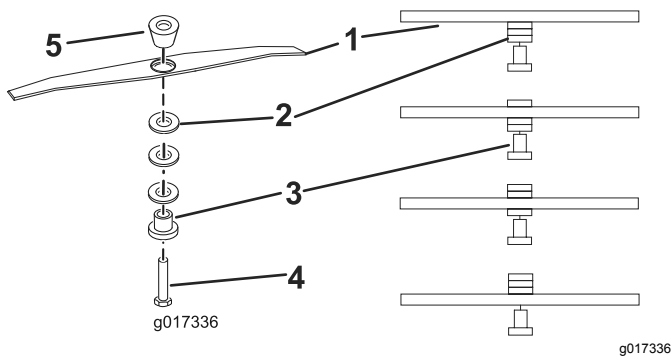

図 13
5. スペーサの位置を変えて、希望の刈高にし、カuttingユニットを 図 13のように取り付ける。